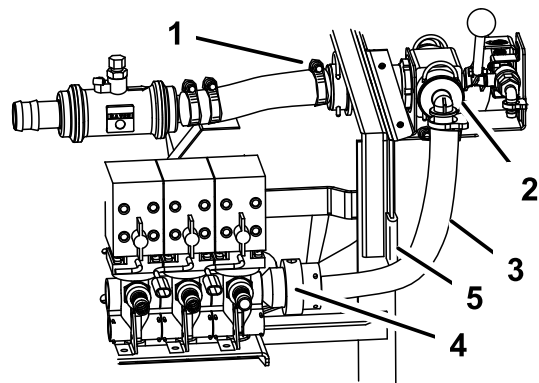

Bild 17
3. Schließen Sie die Armatur, die Sie am Zufuhrschlauch des Spritzgestänges montiert haben, an das Steuerventil an. Befestigen Sie sie mit der vorher abgenommenen Befestigung (Bild 17).
4. Montieren Sie das Steuerventil mit zwei Bundbolzen (1/4 x 3/4 Zoll) an der Befestigungshalterung des Steuerkastens (Bild 17) an. Ziehen Sie die Befestigungen jedoch nicht an.
5. Montieren Sie das kleine Steuerventil mit zwei Bundbolzen (1/4 x 3/4 Zoll) und zwei Bundmuttern (1/4 Zoll) an der Befestigungshalterung des Steuerkastens (Bild 17) an. Ziehen Sie die Befestigungen jedoch nicht an.
6. Richten Sie die Achse der Hebel an jedem Ventil und die Ventile aus (Bild 17). Sie müssen möglicherweise die Schlauchklemmen lösen, mit denen der Durchflussmesser an der Maschine befestigt ist, um alle Bestandteile richtig auszurichten.
10. Schließen Sie die Armatur am großen Schlauch am Steuerventil an der Armatur rechts an den Zufuhrventilen des Spritzgestänges an (Bild 17).
11. Schließen Sie den großen Schlauch vom Steuerventil ab und schauen Sie ins Ventilinnere (Bild 17). Sie sollten eine Öffnung im sich nach oben krümmenden Rückschlagventil sehen. Drehen Sie sonst die Kugel, bis die Öffnung ganz sichtbar ist und sich nach oben krümmt.
12. Schließen Sie den großen Schlauch am Steuerventil an (Bild 17)
13. Setzen Sie das Teil mit der Gummiverkleidung auf die Rahmenkante, um den Schlauch zu schützen (Bild 17).